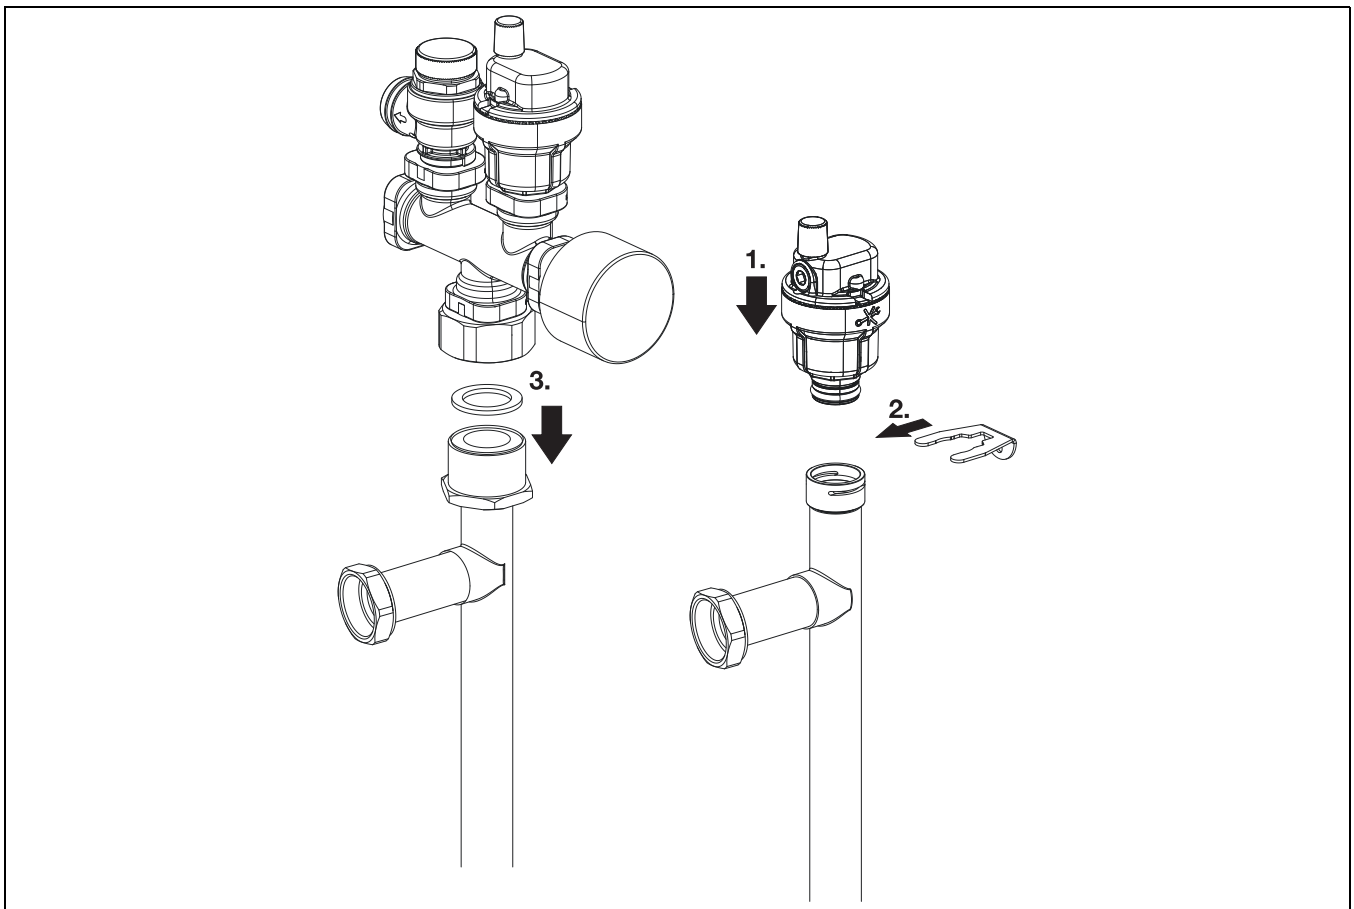

Bild 10 Sicherheitsgruppe und Entlüftungsventil
- Entlüftungsventil (→ siehe Abb. 10, [1]) in den Anschluss für Warmwassereintritt, und die Sicherheitsgruppe (→ siehe Abb. 10 [3]) in den Anschluss für Warmwasseraustritt installieren. Die Sicherheitsgruppe muss mit einem flachen Dichtring installiert werden.
- Die WW-Rohrleitungen der Inneneinheit und die Sicherheitsgruppe gemäß Abb. 10 installieren. Bei der Arbeit am unteren Anschluss können die Rohrleitungen zur gewünschten Seite gedreht werden.